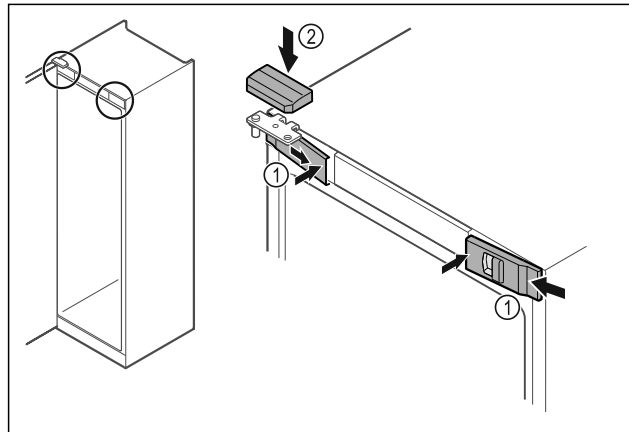

Fig. 54
- Futni nga anash kapakët mbulues të përparmë Fig. 54 (1) dhe mbërthejini nga brenda.
- Mbërtheni nga lart kapakun mbulues të sipërm Fig. 54 (2).